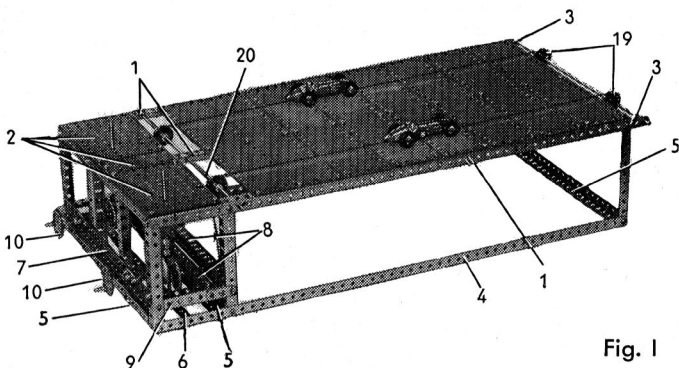

Fig. 1
La piste est formée de huit plaques bandes de 25 trous boulonnées côte à côte sur un cadre rectangulaire (fig. 1). Ce dernier est constitué par trois cornières de 49 trous (1) et deux cornières de 25 trous. Le cadre porte à l'arrière trois plaques sans rebords de 14 x 9 cm. (2) et chaque cornière latérale (1) est prolongée de deux trous à l'avant par une bande de 5 trous (3).
Chaque côté du châssis qui soutient la flèche est formé d'une cornière verticale de 15 trous (33), d'une cornière horizontale de 5 trous et d'une cornière oblique de 11 trous (fig.1). Un petit gousset d'assemblage (34) est boulonné sur chaque cornière (33). Les deux côtés du bâti sont réunis par une cornière de 7 trous, une bande coudée de 60 × 12 mm. et deux bandes de 11 trous entrecroisées. Le bâti est boulonné sur la plaque (8).